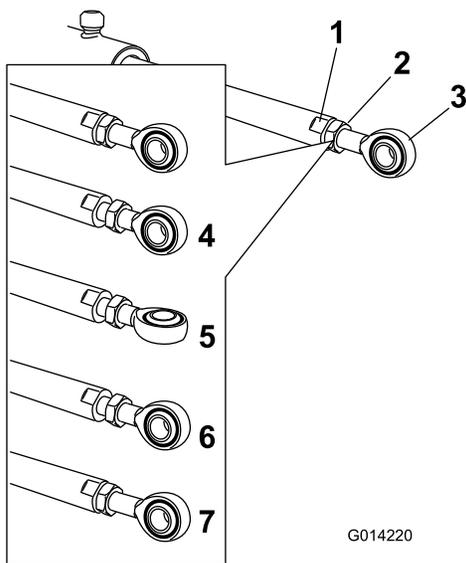

Figure 75
- Placez une clé sur les méplats de la tige de vérin pour l'immobiliser, puis desserrez l'écrou de blocage pour pouvoir manipuler la tige à œillet (Figure 75).
6. Tournez la tige à œillet dans la tige de vérin pour raccourcir ou allonger le vérin déployé à la position voulue (Figure 75).